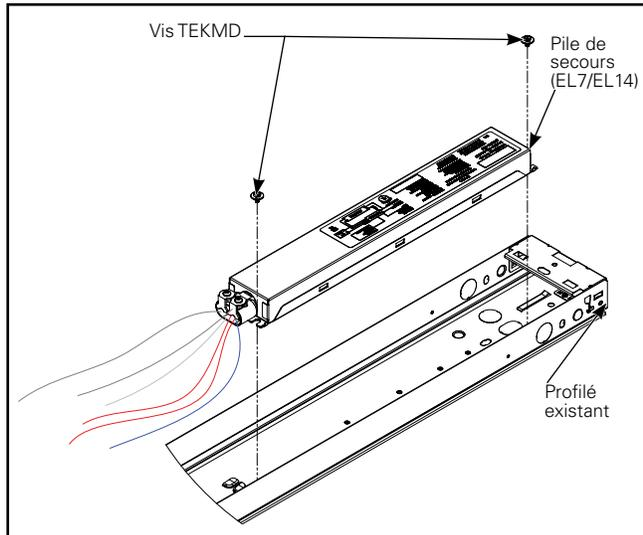

Figure 6.
1. APPAREIL EM – Installez l'appareil EM dans le profilé du luminaire existant. L'appareil EM doit être monté de manière à permettre une longueur de câble suffisante pour effectuer tous les raccords au pilote DEL et à l'interrupteur d'essai de l'appareil EM. Montez l'appareil EM sur le côté opposé du profilé pour éviter qu'il ne nuise au pilote fixé sur la plaque métallique. (Figure 6.)